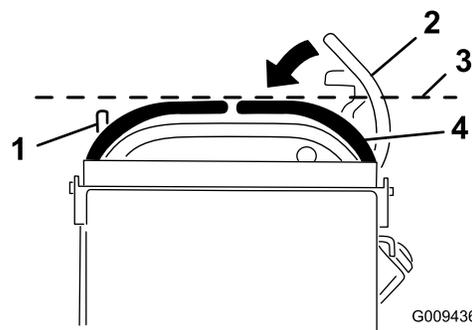

Рисунок 64
3. Нажмите вниз правый рычаг управления движением, чтобы вывести его из НЕЙТРАЛЬНОГО ФИКСИРОВАННОГО положения (Рисунок 64).
4. Проверьте, выровнен ли правый рычаг управления движением по горизонтали относительно левого рычага управления движением (Рисунок 64).